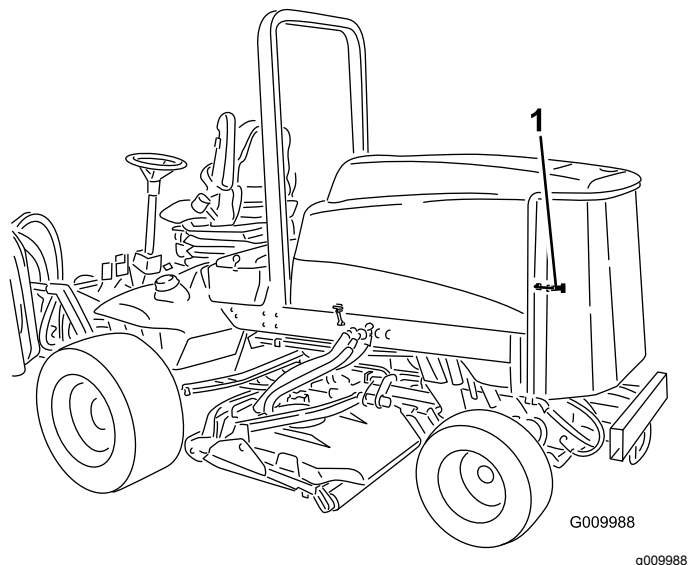

図 55
1. 後部スクリーンのラッチを外してスクリーンを開く図 55。スクリーンを丁寧に清掃する。